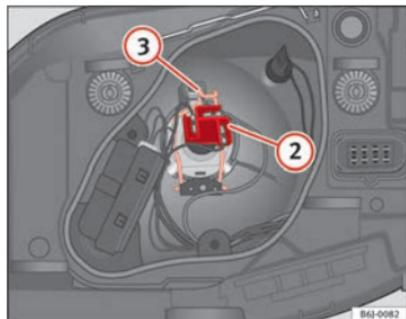

Fig. 154 Luz de cruce/ca-
- Extraiga el conector ⇒ fig. 154 ② de la lámpara.
- Desenganche el resorte retentor ⇒ fig. 154 ③ presionándolo hacia dentro y a la derecha.